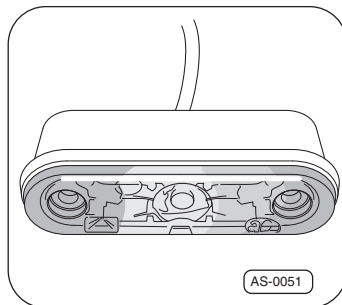

Fig. 11 · Voyant
1. Installer le voyant ⇒Fig. 11 dans la zone de vision en arrière du conducteur.